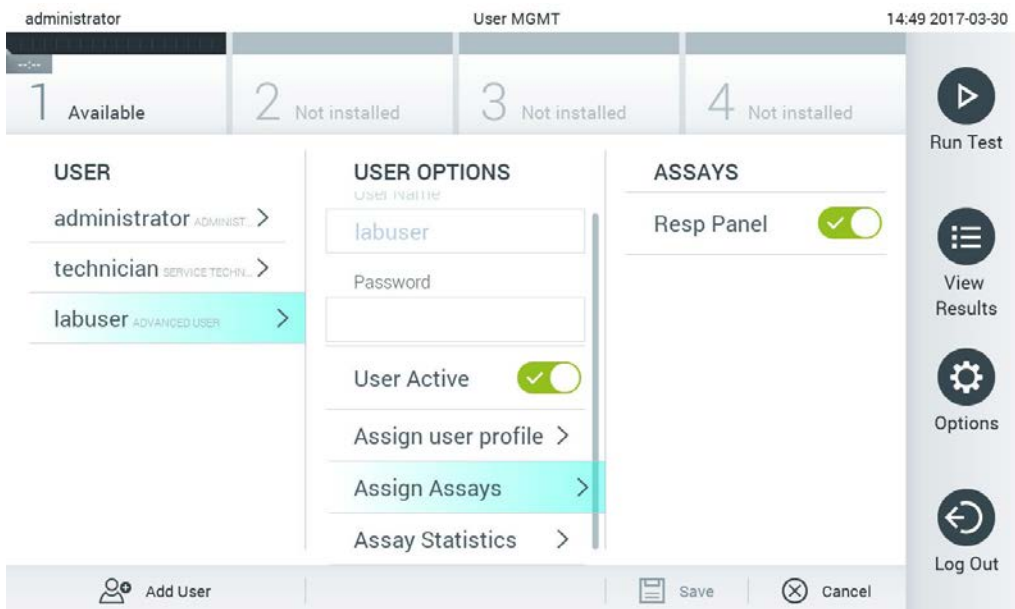

Figura 61. Alocarea testelor utilizatorilor.
- **Assign Assays** (Alocare teste): Permite definirea testelor din baza de date a testelor, pe care utilizatorul are dreptul să le ruleze. Selectați testele din lista din dreapta zonei de conținut (Figura 61).